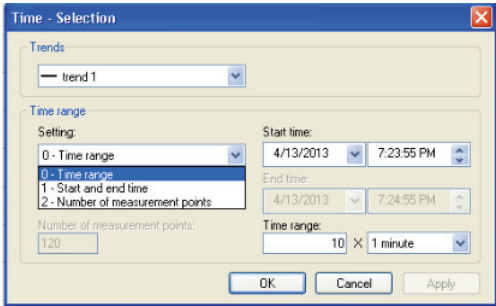

图 12-3 保存归档数据时间范围选择
3) 在 WinCC 运行状态下，单击  图标选择，以 CSV 格式查看归档数据的时间范围。如图 12-3 所示，可以选择起始时间到终止时间段（1-Start and end time），也可以选择时间范围，从开始时间以后的 500ms、1second、1minute、1hour、1day 这些选项，还可以乘以一个系数 Factor 扩大选择范围从几个 500ms、几秒、几分、几小时到几天。还可以选择数据的点数（2-Number of measurement points）。选择好时间后，单击“OK”按钮。